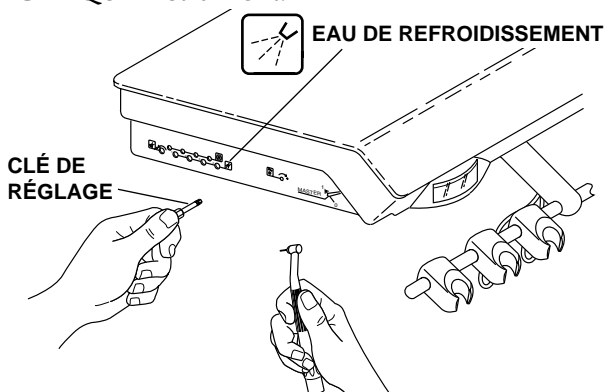

Figure 8. Réglage de l'eau de refroidissement
Ces commandes permettent d'ajuster le débit d'eau de refroidissement délivré à chaque instrument (voir figure 8).
2. Localiser les commandes de débit d'eau de refroidissement (voir figure 8).